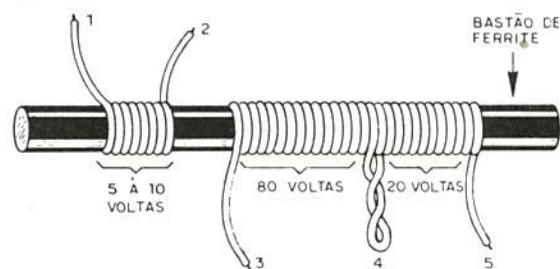

FIGURA 7
a) Bobina: esta deve ser enrolada segundo as indicações que daremos com o máximo de cuidado. O leitor simplesmente adquirirá numa casa de material eletrônico o bastão de ferrite de 10 à 15 cm de comprimento e aproximadamente 1 cm de diâmetro e nele enrolará o fio comum de capa plástica no número de voltas indicado. (figura 7)